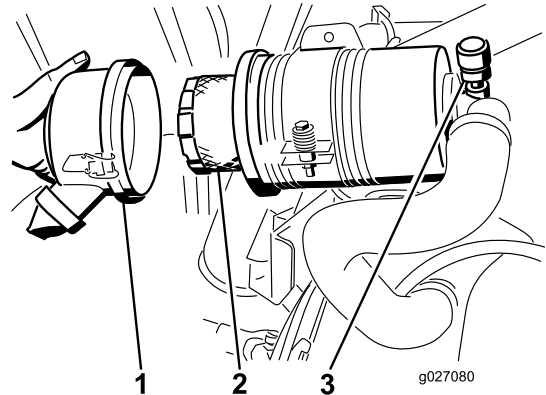

Figura 54
4. Retire y cambie el filtro (Figura 54).